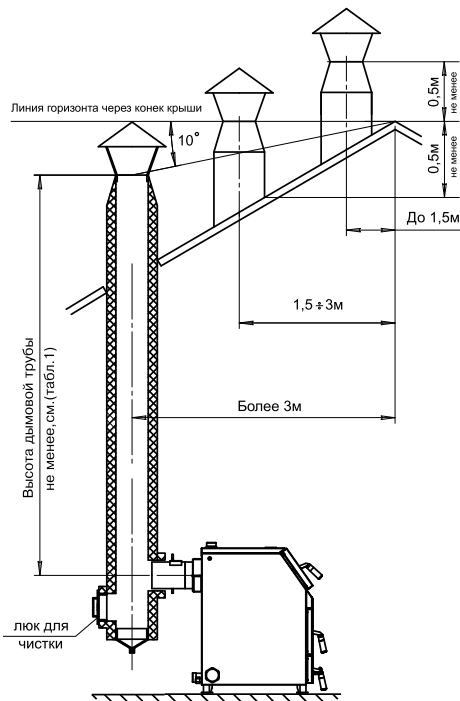

Рис.6 Варианты установки дымовой трубы
6.8. Установка котла и монтаж дымовой трубы должны проводиться в соответствии со СНИП 41-01-2003 как показано на рис. 6.